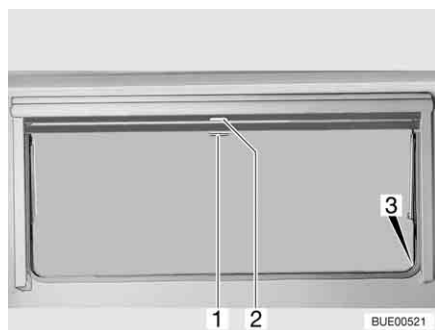

Bild 67 Överkantshängda fönster
- Drag ned mörklägningsrullgardinen med handtaget (Bild 67,2). När mörklägningsrullgardinen dras ned helt fäster man det i spärrarna (Bild 67,3) på båda sidorna på fönsterkarmen.
- När mörklägningsrullgardinen är helt neddragen: Tryck ned handtaget (Bild 67,2) och drag det något inåt. Nu kan man ta loss mörklägningsrullgardinen ur spärrarna på båda sidorna av fönsterkarmen.
- När mörklägningsrullgardinen inte är helt neddragen: Drag handtaget (Bild 67,2) lätt nedåt tills spärren släpper.
- Drag ner insektsnätet med handtaget (Bild 67,1) och fäst det i spärrarna (Bild 67,3) på båda sidorna av fönsterkarmen.
- Tryck ned handtaget (Bild 67,1) och drag det något inåt. Lossa insektsnätet ur spärrarna på båda sidorna av fönsterkarmen.